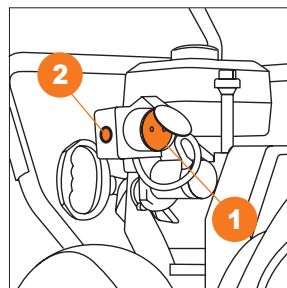

Рис. 17
- Подключите сетевой шнур удлинителя к розетке электрического стартера **1** (Рис. 17).
- Нажмите красную кнопку запуска **2** на корпусе электрического стартера и удерживайте ее до момента запуска двигателя, но не более 5-ти секунд (Рис. 17).